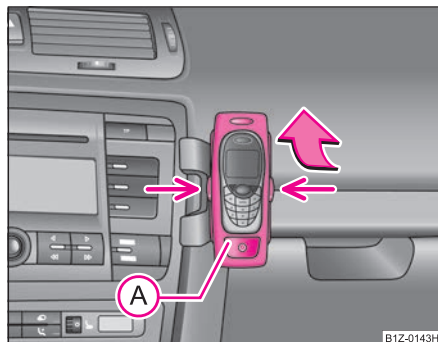

Fig. 149 Adaptare universală pentru telefon
- Împingeți mai întâi adaptorul (A) în sensul săgeții ⇒ fig. 149 în suport. Apăsați ușor adaptorul pentru a vedea dacă s-a fixat.
- Așezați telefonul în adaptorul (A) (conform instrucțiunilor producătorului).
- Apăsați simultan elementele de blocare laterale ale suportului și scoateți telefonul cu adaptorul ⇒ fig. 149.